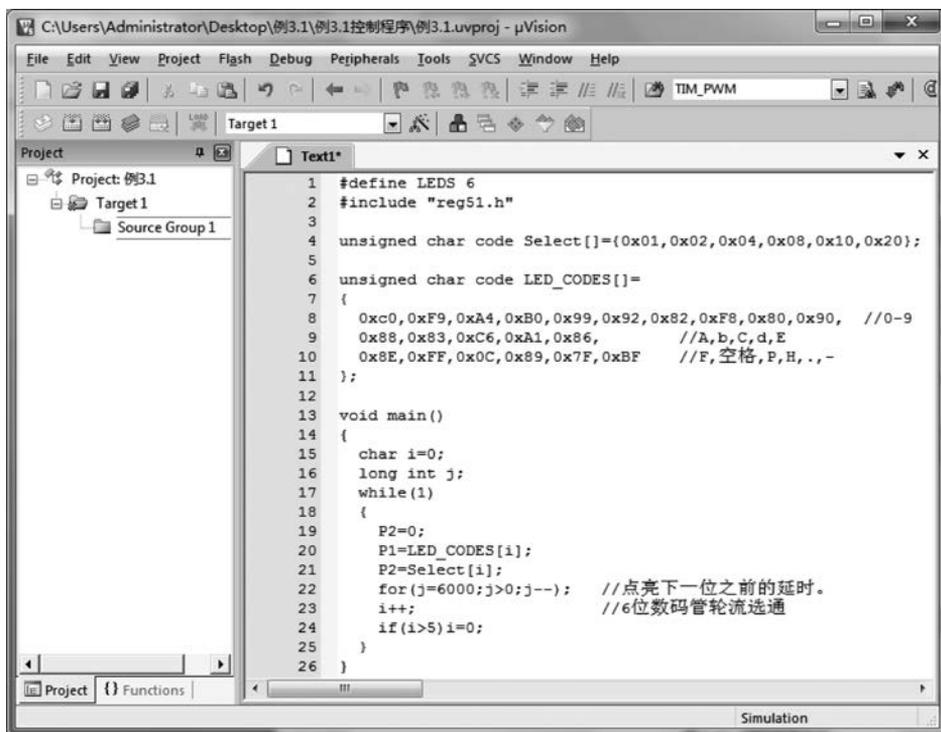

图 3.12 编写程序代码
(2) 编写程序代码。在新建的空白文档中编写程序代码。程序代码是单片机应用系统控制程序的核心,应该根据具体单片机应用系统的功能进行编写。本例程序为数码管轮流显示程序,如图 3.12 所示。